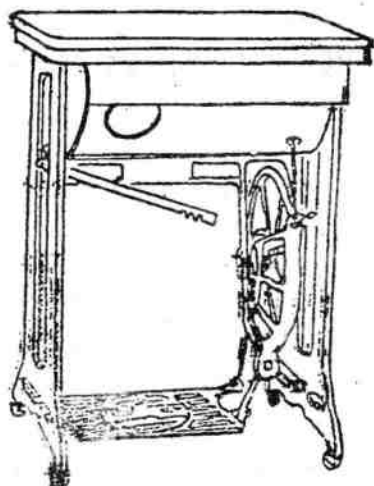

图 1-13 茶几式缝纫机
6. 茶几式 这种缝纫机是藏式的新品种(图 1-13),工作台面大,占地面积小,不缝纫时可作茶几使用,小巧玲珑。